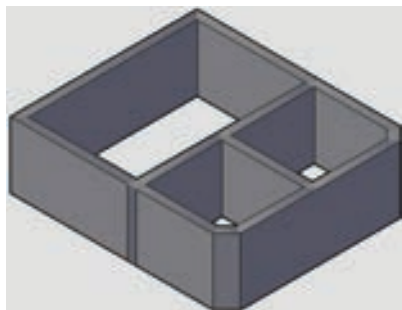

图 3-40 三维效果
5) 将当前视图转换为“西南等轴测视图”，查看倒斜角的三维效果，如图 3-40 所示。